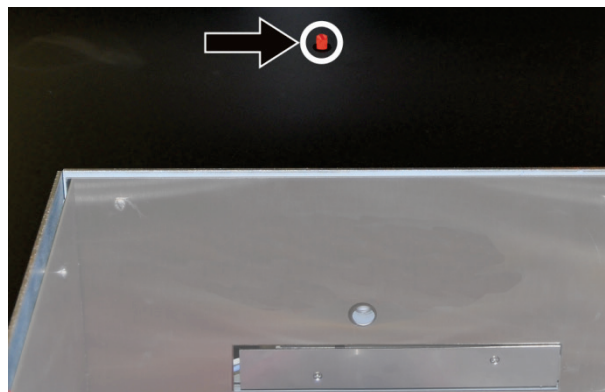

Bild 29 Transportsicherung am novAA 800
3. Die rot markierte Transportsicherung (Pfeil in Bild 29) aus dem Gitterhebel heraus-schrauben und aus dem Spektrometerraum entnehmen.